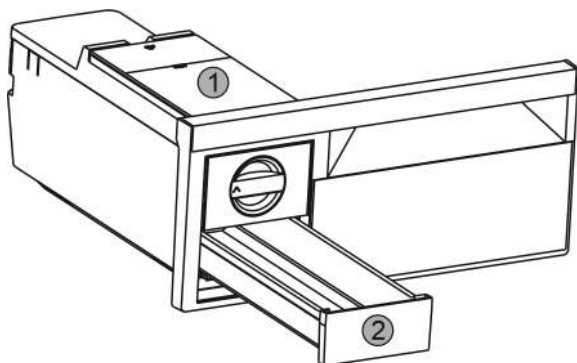

Fig. 46
- Извлечь бак для воды Fig. 46 (1) и выдвижной ящик для производства кубиков льда Fig. 46 (2).